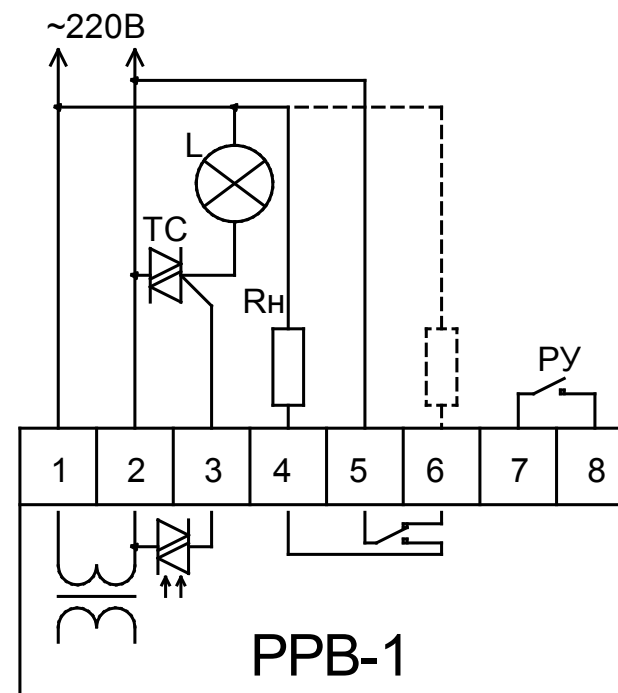

Рисунок 4.1 Схема электрическая соединений РРВ.
Проверка работоспособности устройства осуществляется после подключения РРВ согласно схеме соединений (Рис.4.1). На рисунке 4.1 показана базовая схема подключения для разных типов электрооборудования, на которой обозначены следующие элементы:
- произведите подключение устройства согласно схеме подключения (Рис.4.1);
Место установки изделия рекомендуется выбирать вблизи от подключаемого к нему пускателя (контактора), тиристора или другой электронагрузки. РРВ не должно подвергаться тряске, резким ударам, резким толчкам. Устройство должно быть надежно закреплено. Монтаж устройства необходимо производить согласно схеме электрической соединений (рис. 4.1) многожильным проводом. При монтаже необходимо обеспечить надежный контакт соединительных проводов с клеммами устройства, для чего рекомендуется зачистить и залудить их концы.